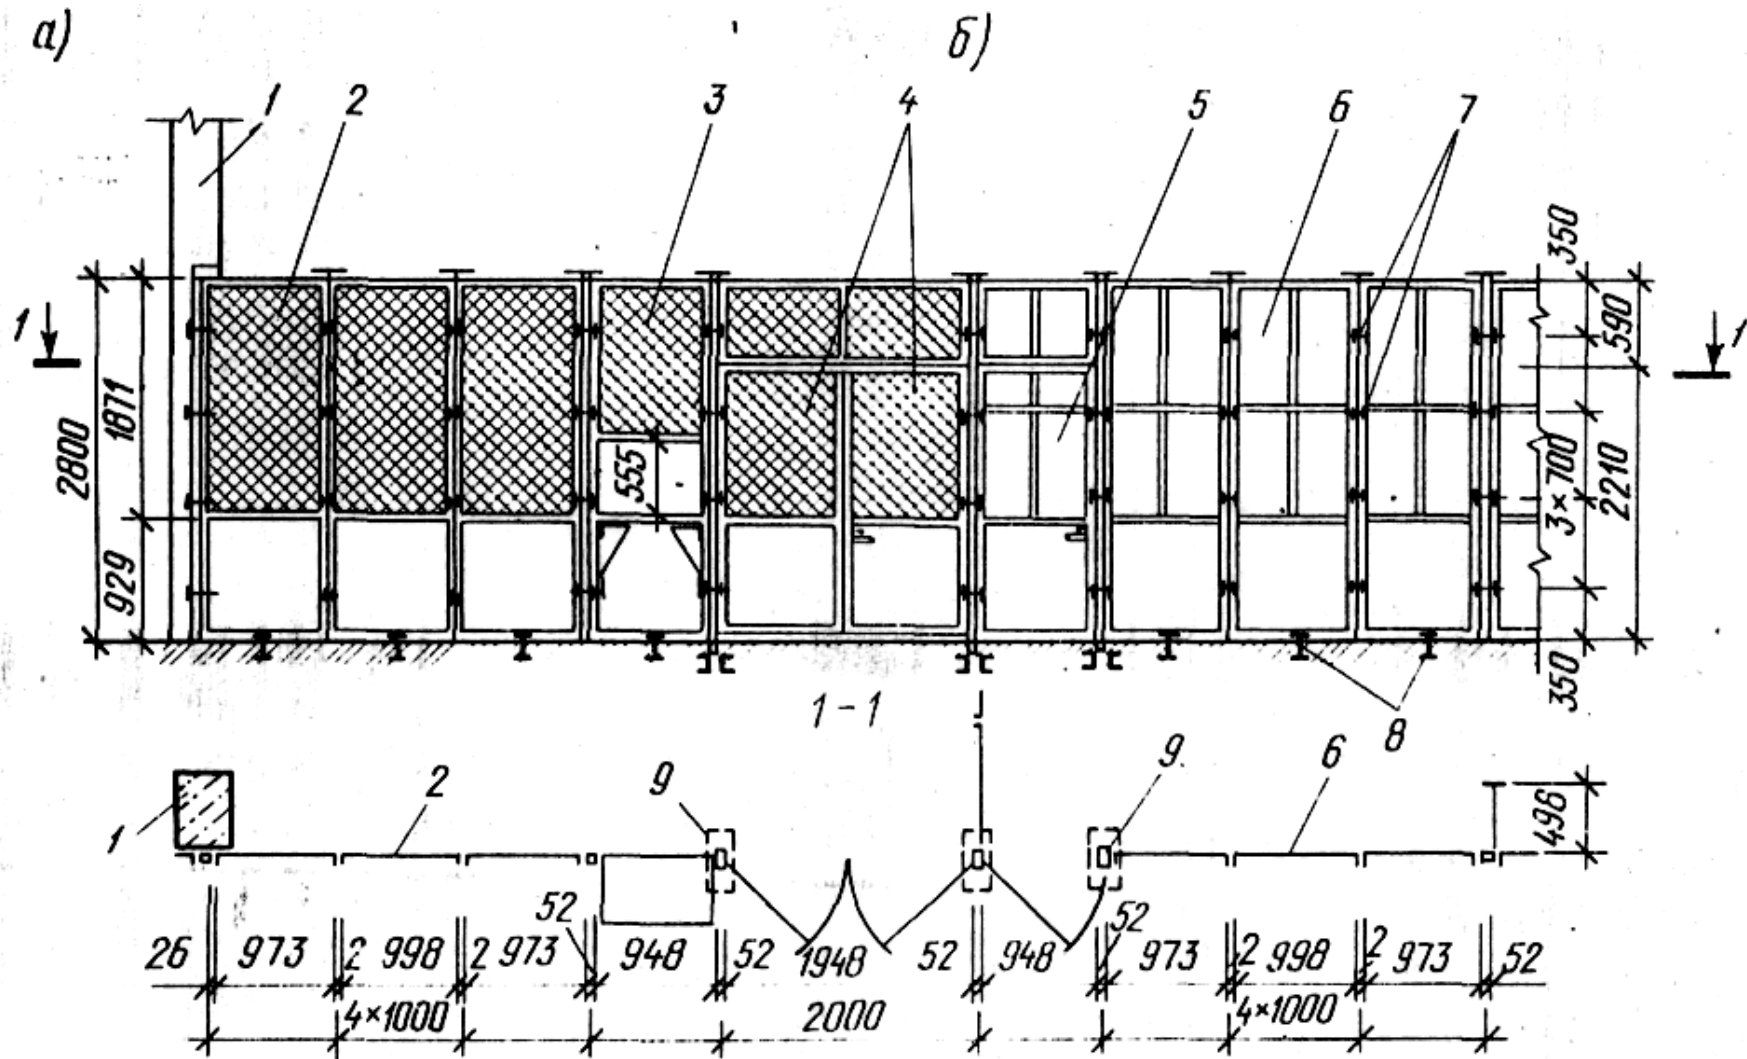
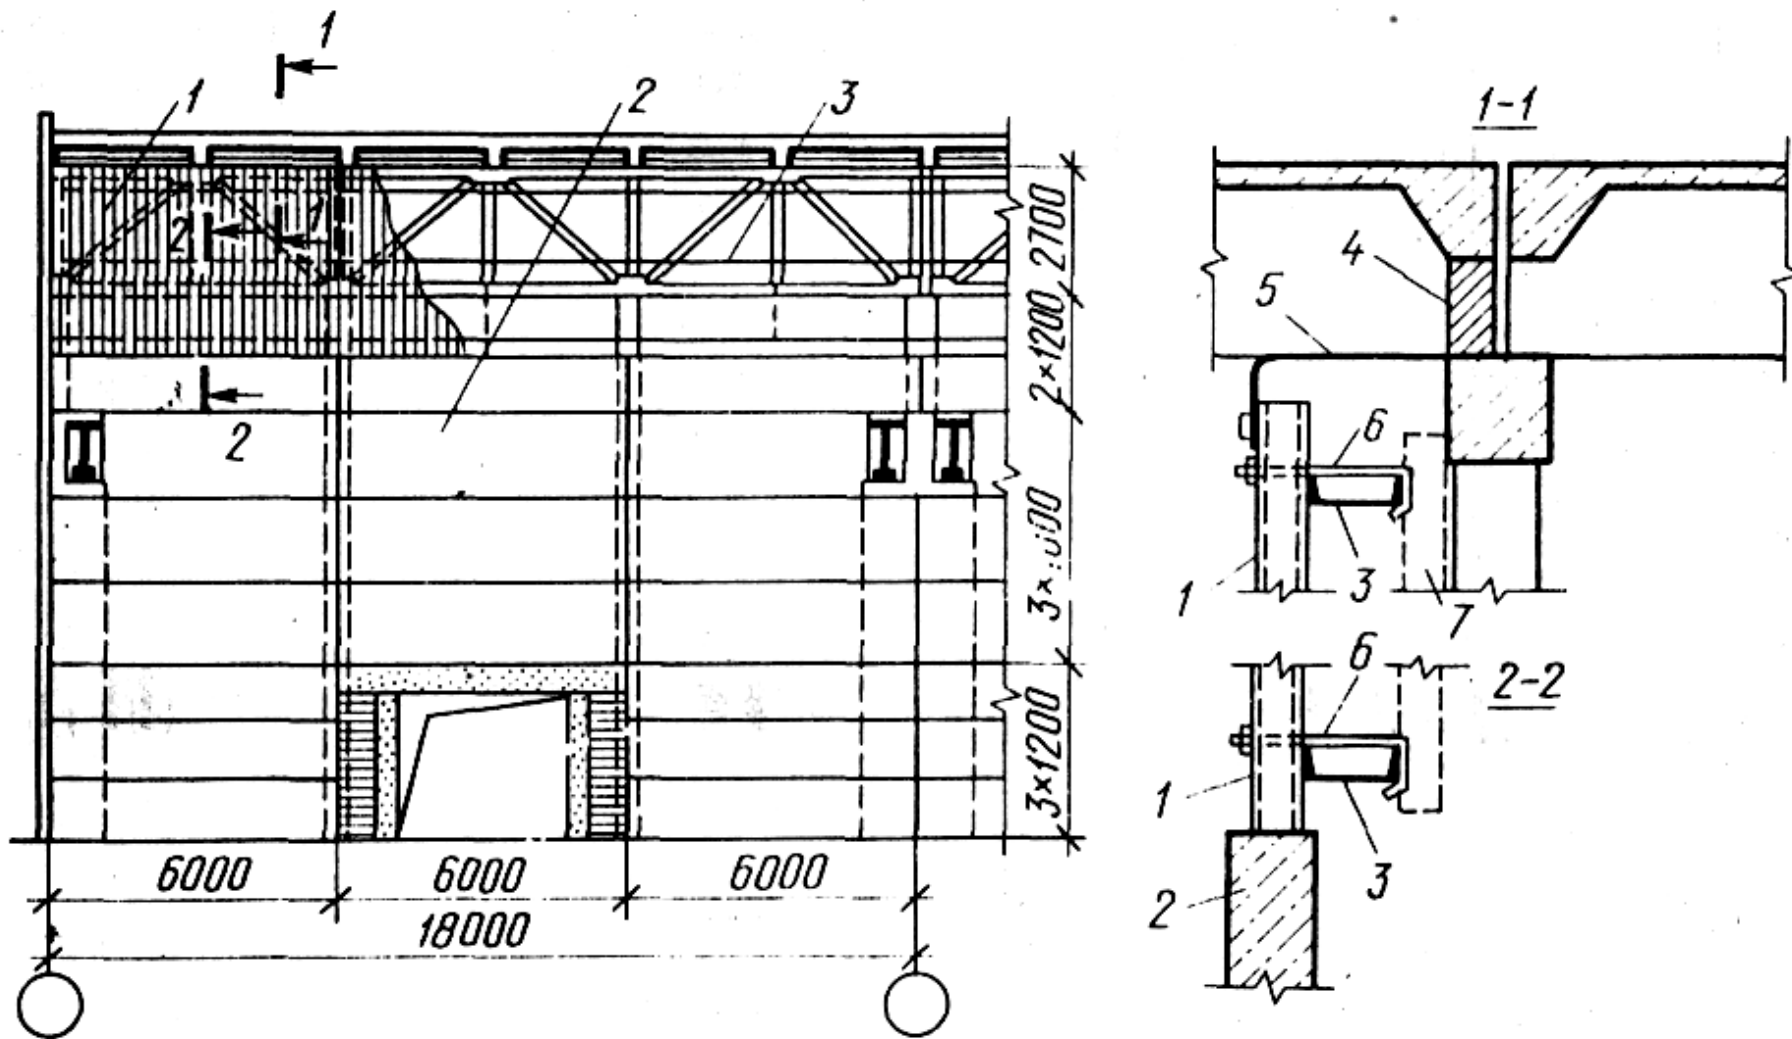

Рисунок 8.1 - Выделяющая легкая перегородка:
Рисунок 8.2 - Разделительная перегородка из железобетонных панелей:
- *по назначению*: выгораживающие из общей площади цеха помещения складов, инструментальных кладовых и т.д. (рисунок 8.1); разделительные, разграничивающие и препятствующие распространения шума, газа и других вредностей (рисунок 8.2);